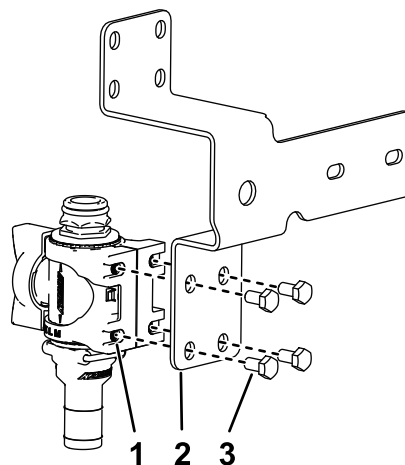

Figura 28
7. Monte a base da válvula no suporte da válvula de controlo incluído (**Figura 28**) com os 4 parafusos de cabeça flangeada (M6 x 12 mm; aperte os parafusos com 10 a 12 N·m.